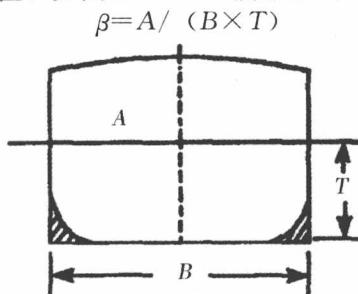

图 1-1-19
(2) 横剖面面积系数 β ——它表示设计水线以下船中横剖面部分面积 A 和边长为 B 和 T 的矩形面积的比值，如图 1-1-19 所示。